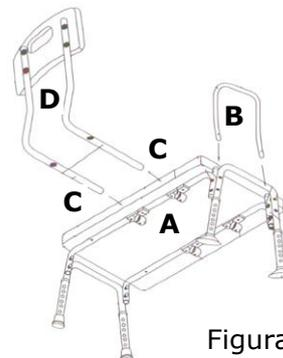

Figura 4
- ☞ poggiare su un piano il sedile (A), in normale posizione di seduta come da Figura 4;
- ☞ inserire il poggiatesta (B) negli alloggiamenti del lato corto del sedile come da Figura 4, premendo contemporaneamente i perni di fissaggio;
- ☞ inserire lo schienale (D) negli alloggiamenti del lato lungo del sedile (C) come da Figura 4, premendo contemporaneamente i perni di fissaggio. Il sedile può essere fissato su entrambi i lati lunghi del sedile;
- ☞ assicurarsi che il poggiatesta (B) e lo schienale (D) siano saldamente fissati al sedile con i perni di fissaggio fuoriusciti dai fori di bloccaggio;